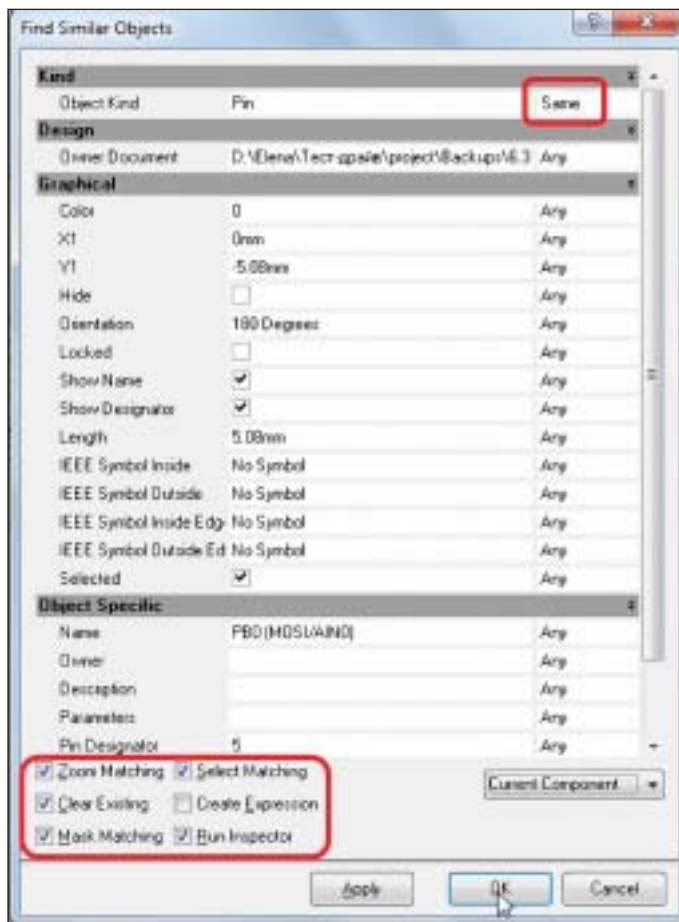

Рис. 20. Выполнение команды *Find Similar Objects*
5. Выполните команду *Find Similar Objects* из контекстного меню (рис. 20).